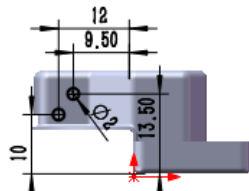

图 16.2.54 横断面草图
② 定义横断面草图。在草图环境中绘制图 16.2.54 所示的横断面草图。
(3) 定义切除深度属性。在“切除—拉伸”对话框 **方向 1** 区域的  下拉列表中选择 **完全贯穿** 选项。取消选中的 ☐ **正交切除(N)** 复选框。
(4) 单击对话框中的  按钮，完成切除—拉伸 5 的创作。